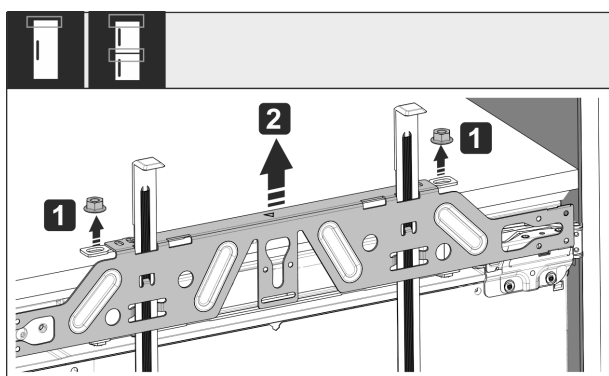

Fig. 58
- Lossa kontramuttern Fig. 58 (1).
- Ta av tvärstaget Fig. 58 (2).